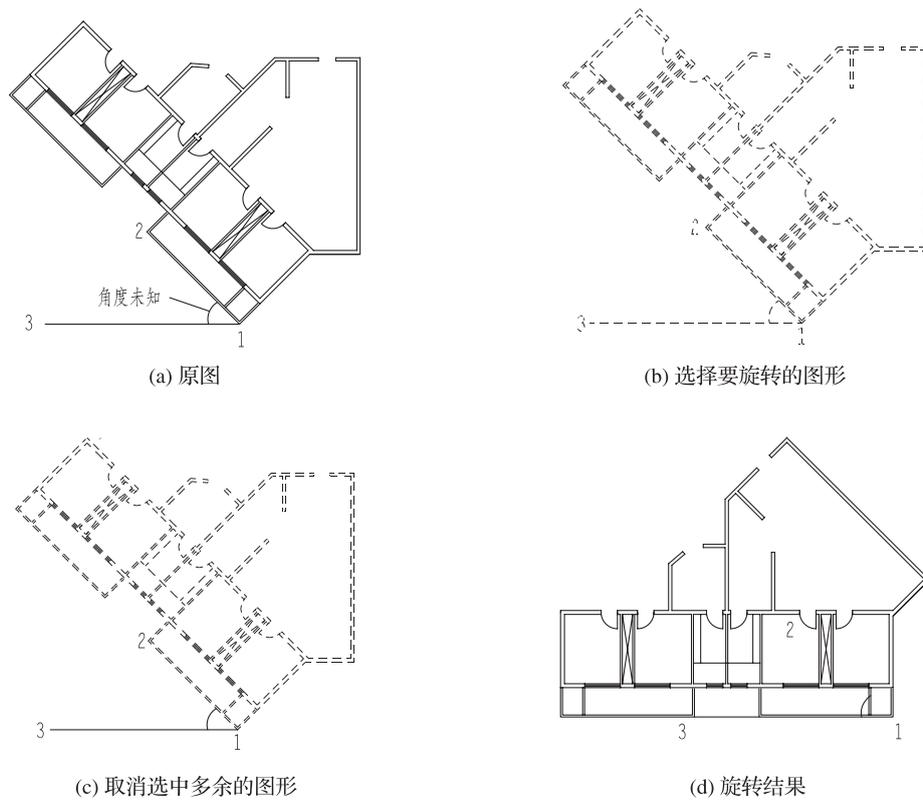

图 3-15 使用“参照 (R)”选项旋转图形
2) 使用“参照 (R)”选项旋转对象
使用“旋转”命令将图 3-15 (a) 所示的图形旋转一定的角度, 使其能够水平放置, 但旋转的角度未知, 这时可使用“参照 (R)”选项进行操作。